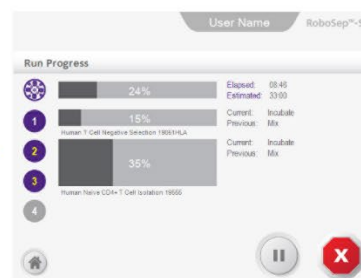

Ilustración 22. Cómo cargar el carrusel y ejecutar un protocolo
Nota: La pantalla «Carousel Loading» (carga de carrusel) indicará los volúmenes de reactivo necesarios para la separación de acuerdo al volumen de muestra asignado (Ilustración 22).
Nota: Asegúrese de que el recurso esté cargado en el cuadrante correcto. El número de cuadrante se muestra tanto en la esquina inferior izquierda (destacado en púrpura oscuro) y en el esquema del carrusel en la pantalla «Carousel Loading» (Ilustración 22). Algunos protocolos del RoboSep™-S podrían requerir que los recursos de reactivo se coloquen en posiciones con símbolos opuestos (p. ej., partículas magnéticas [triangle] asignado a la posición de círculo); estas excepciones se indican en la lista de recursos de reactivo que aparece en la pantalla, y son correctos.
5. Opcional: Escanee los códigos de barras para registrar la información específica de reactivos como los números de catálogo y los números de lote (sección 4.3.4). Seleccione  [Barcode scanner] en la pantalla «Carousel Loading» (Ilustración 22) para escanear los códigos de barras deseados de los recursos cargados en cada cuadrante. Cuando termine todo el escaneado, seleccione  [Save] para guardar la información. La información específica de recursos se registrará en los reportes de fin de ciclo de procesamiento de cada protocolo (sección 5.1).
6. Seleccione  [Run] en la pantalla «Carousel Loading» para iniciar el protocolo. Tras aproximadamente un minuto, aparecerá la pantalla «Run Progress» (progreso de ciclo de procesamiento (Ilustración 22).
Luego, seleccione  [Barcode scanner] en la pantalla «Carousel Loading» (Ilustración 22) para escanear los códigos de barras deseados de los recursos cargados en cada cuadrante. Cuando termine todo el escaneado, seleccione  [Save] para guardar la información.